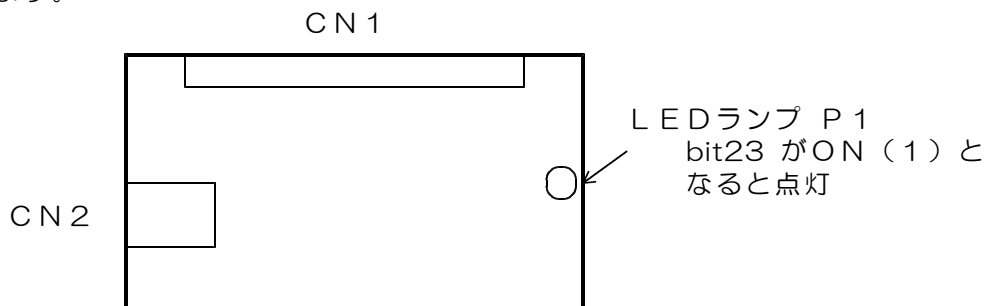

図15. 1 LEDランプの位置
- (3) 上記の、Q00& ~ q05 送信データの応答として、デバイスから文字列 S0-----& が 7 個分と、文字列 s0-----& (最後のデータは) が 6 個分返ってきます。サンプルプログラムは、このデータ文字列の先頭文字が S または s であることを確認し、各軸の移動量、位置、ステータスを、図 15. 1 のように画面表示します。左側が 5 桁の 16 進数表示、右側が 10 進数表示です。16 進数表示では、DACS-2500KB から受信した文字列の下位 5 桁をそのまま表示していますので、**移動量の場合は、最上位 bit が移動方向、それ以外の bit にて移動量の絶対値を示しています。位置の場合は、2 の補数表記になっています。**表示くり返し時間は、(2) 項の送信データの送出くり返し時間と同じ、100ms です。最初は、軸移動がスタートしていませんので、移動量および位置データは、すべて 0 となっています。
- (4) 次のようにキー入力を行って、各軸の移動量を指定します。